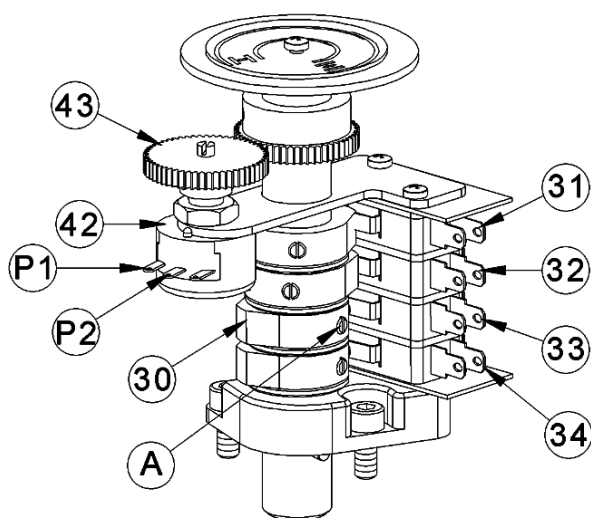
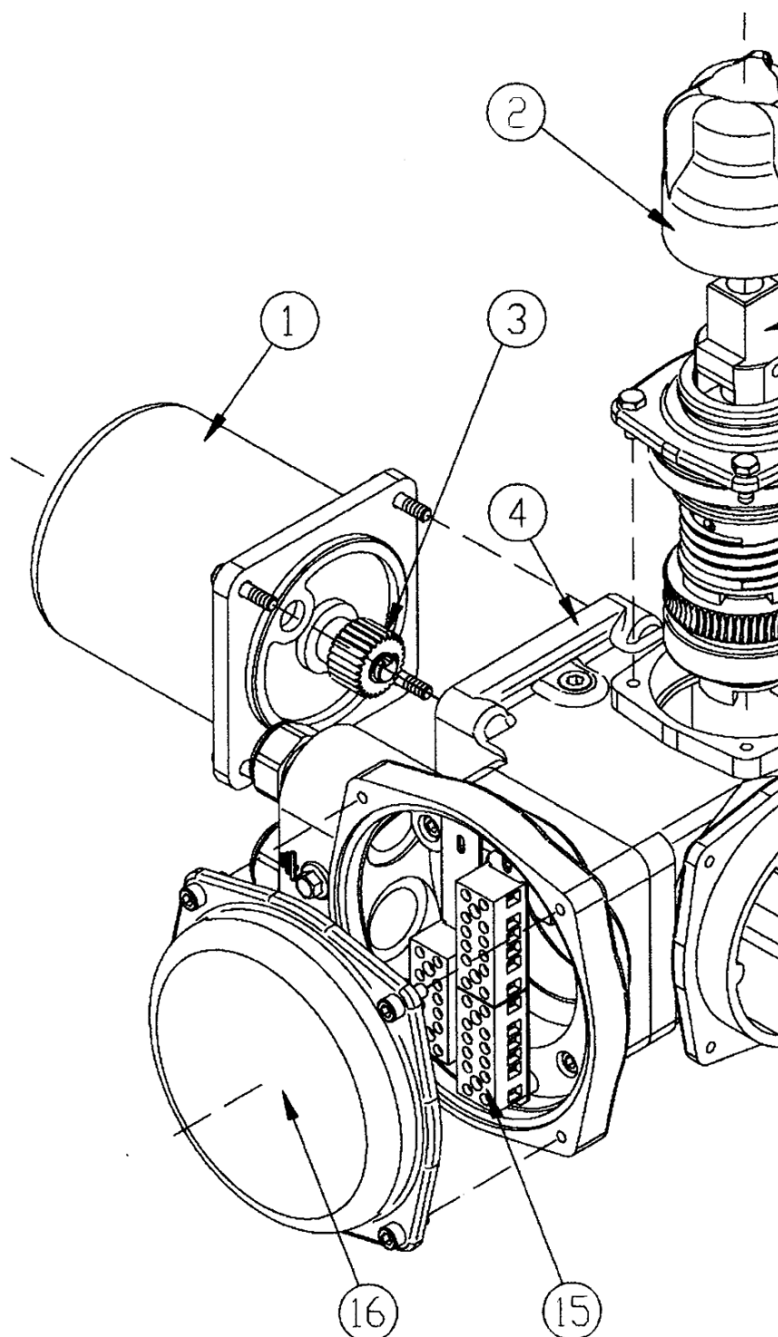
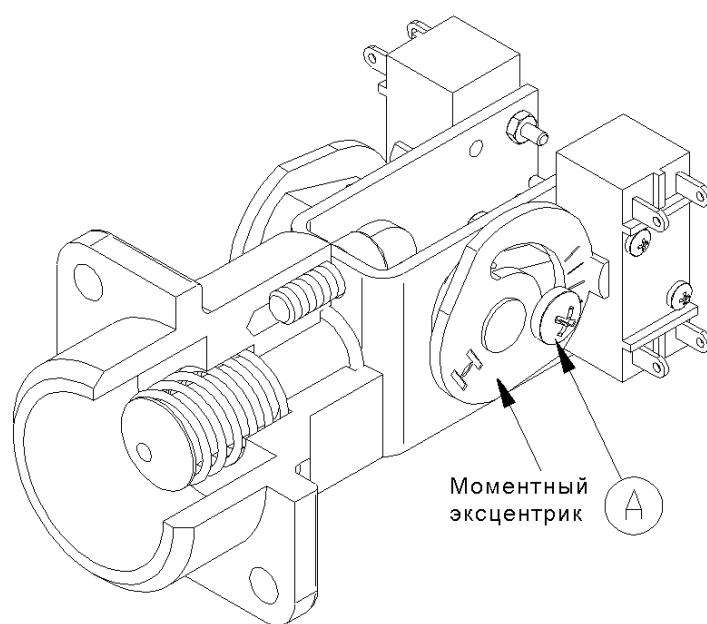

Рис.2 Индикатор положения затвора
Рис.1 Электропривод ГЗ-А.70
Рис.3 Ограничитель крутящего момента
Электродвигателя (1), червячного редуктора (9, 10), двухсторонней муфты ограничения крутящего момента (моментная муфта) (10, 11, 12), ограничителя хода выходного вала (14), индикатора положения затвора арматуры (13), рычага переключения режимов работы (6), выходного вала (7) и корпусных деталей (рис. 1).
Ограничитель хода выходного вала состоит из микровыключателей (31, 32, 33, 34), кулачков (30), размещенных на валу индикатора положения затвора (13), потенциометра (42) – (если он установлен), шестерни потенциометра (43), которая соединена с индикатором положения затвора (13) (рис. 1, рис. 2).
При ручном управлении вращение от рычага переключения режимов (6) (рис. 1) передается на выходной вал (7) электропривода. Один оборот рычага соответствует одному обороту выходного вала.
Ограничитель хода выходного вала (14) (рис. 1) непосредственно подсоединен через шестерню (5) к выходному валу. После надлежащей настройки ограничителя хода выходного вала индикатор положения затвора арматуры (13) соответствует определенным положениям затвора арматуры независимо от режима работы привода - ручного или электрического.
При достижении предварительно установленной величины крутящего момента в положении ЗАКРЫТО или ОТКРЫТО, либо в случае аварийного заклинивания штока затвора арматуры в промежуточном положении, выходной вал с червячным колесом останавливается, а червячный вал (10), ввинчиваясь в венец червячного колеса (9), вследствие продолжающегося вращения ротора электродвигателя, начинает перемещаться в осевом направлении, сжимая тарельчатые пружины (11) (рис. 1). Величина сжатия тарельчатых пружин определена необходимым усилием уплотнения затвора арматуры и устанавливается при настройке электропривода. Поступательное движение червячного вала приводит к перемещению вала ограничителя крутящего момента (12) (рис. 1). Вал ограничителя крутящего момента (рис. 3) поворачивает моментные эксцентрики, нажимая кнопки муфтовых микровыключателей, размыкает цепь управления питанием двигателя электропривода.